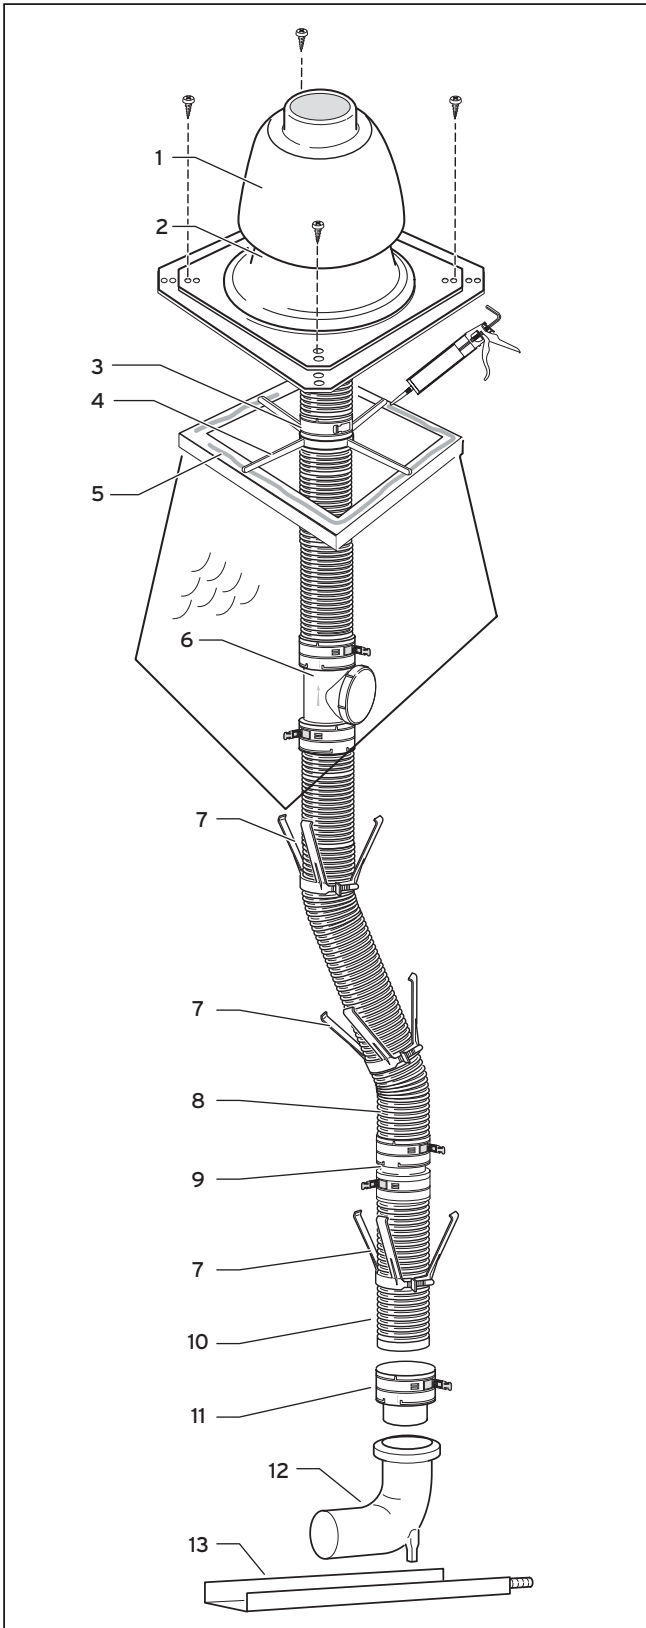

Рис. 5.49 Системная конструкция гибкого выпускного газопровода
- Надвиньте нижний конец выпускного газопровода (10) до упора во вставной элемент (11) и закрепите его защелкивающимися запорами.
- Монтируйте распорки (7, см. рис. 5.49) на расстоянии максимум 2 м на выпускном газопроводе.
- Передвиньте монтажный крест (4) через выпускной газопровод (8) на стенку шахты, см. рис. 5.49.
- Передвиньте соединительное кольцо (3) через выпускной газопровод (8) и зафиксируйте его защелкивающимися запорами над монтажным крестом (4). Выпускной газопровод висит в монтажном кресте.
- Загерметизируйте край устья (5) силиконом.
- Закрепите основание шахтной насадки (2, рис. 5.49) четырьмя болтами на краю устья.